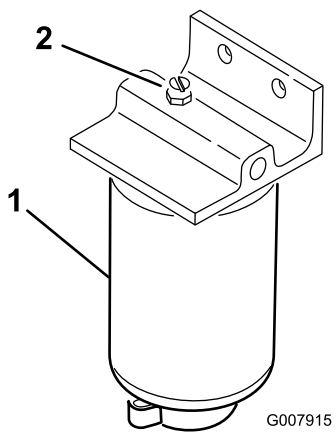

Bild 36
3. Öffnen Sie die Entlüftungsschraube am Kraftstofffilter/Wasserabscheider (Bild 36).